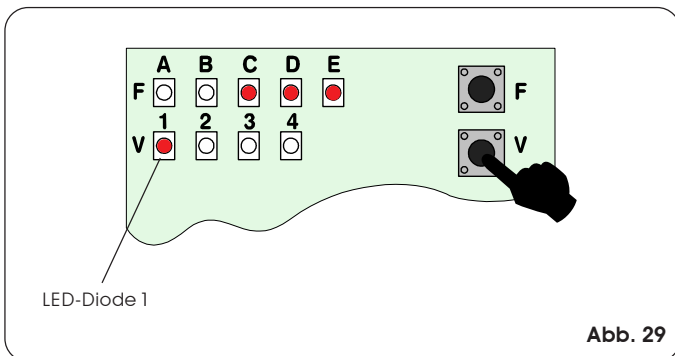
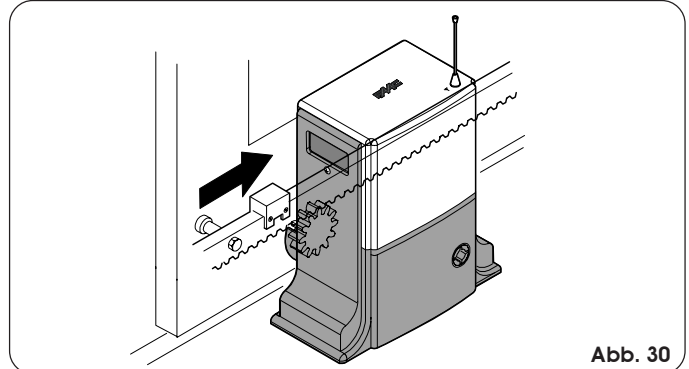
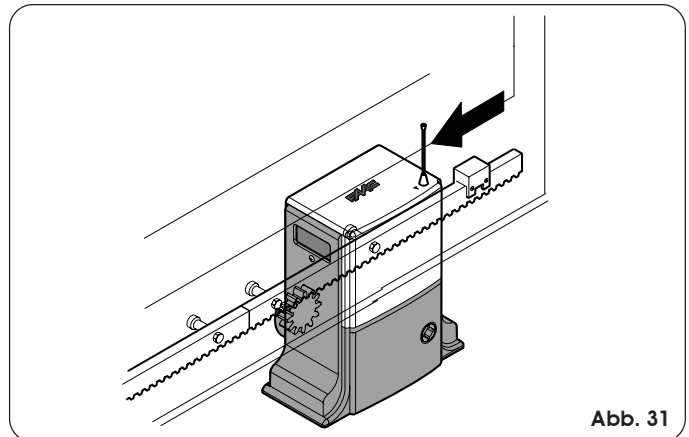

Abb. 29
Abb. 30
Abb. 31
- Durch Drücken der Taste P2 (Abb. 29 und Kap. 8.4) wird die Funktion Status der Eingänge erreicht.
- Den Magnet auf der Zahnstange verschieben (Abb.30), bis die LED-Diode 1 auf der elektronischen Karte sich ausschaltet (Abb. 29).
- Den Magnet auf der Zahnstange verschieben (Abb.31), bis die LED-Diode 1 auf der elektronischen Karte sich ausschaltet (Abb. 29).